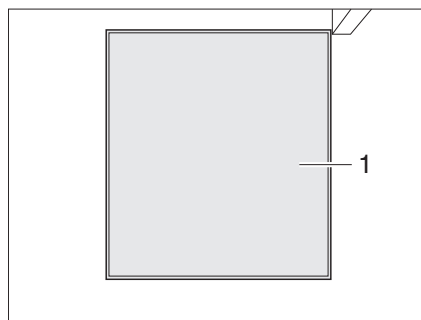

Fig. 246 Accès réservoir pour matières fécales, fermé
- Quand l'accès au réservoir pour matières fécales (cassette) (Fig. 246,1) est fermé : Retirer le cabinet de toilette (voir paragraphe 11.7.1).